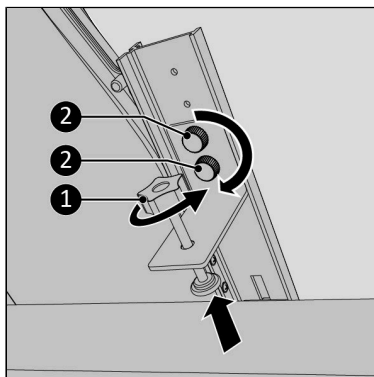

Figura 100.
11. Înșurubați complet șurubul de fixare (Figura 100, nt. 1). Dacă nu există spațiu pentru fixarea clemei, acest lucru poate fi omis. Apoi, așezați fereastra în poziția întredeschisă, fixată dacă este posibil.
13. Înșurubați suportul de fixare pe șina principală folosind cele două șuruburi cu buton (Figura 100, nt. 2).